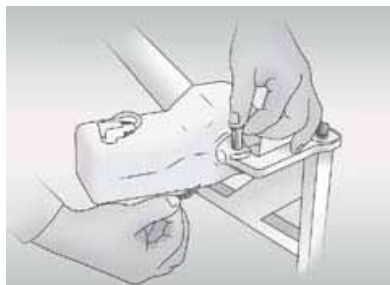

Bild 2.
- Vrid motorn 90 grader och montera det L-formade motorfästet i motorns bakre fäste. Använd bifogad motorbult och säkra den med den sk Hårnålsprinten enl. **bild 2**. Montera och skruva sedan fast det L-formade fästet på ryggstödet 4-kantstapp.